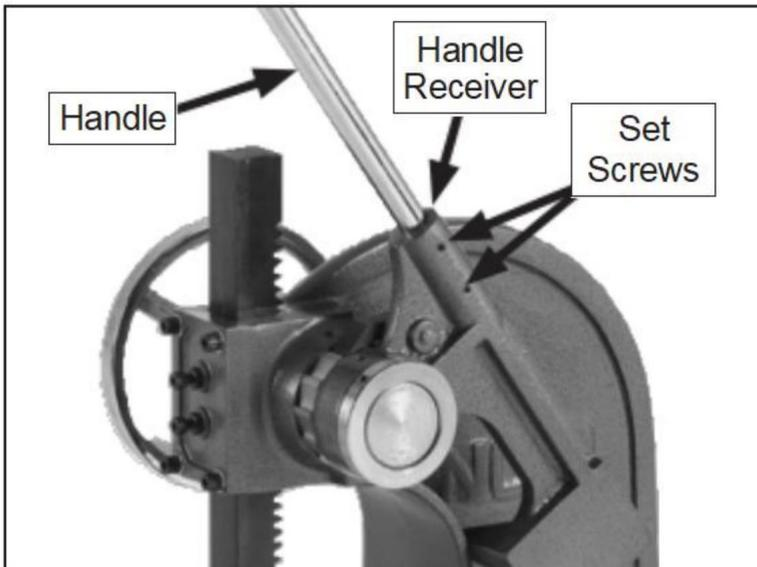

Figure 7. Handle inserted into receiver.
2. Den Griff in die Griffaufnahme einsetzen (siehe **Abbildung 7**) und beide Schrauben.